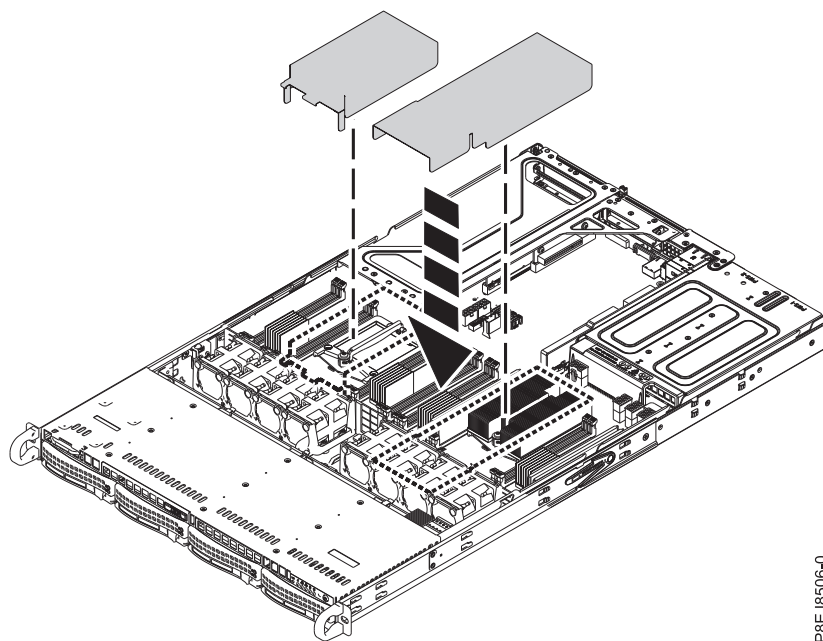

図 44. システム・プロセッサ・エア・バッフルの取り付け
20. システム・プロセッサ・エア・バッフルを取り付けます (45 ページの図 44 を参照)。システム・プロセッサ・エア・バッフルの端をファン・サポートに挿入します。次に、システム・プロセッサ・エア・バッフルを慎重に押し下げて所定の位置に押し込みます。